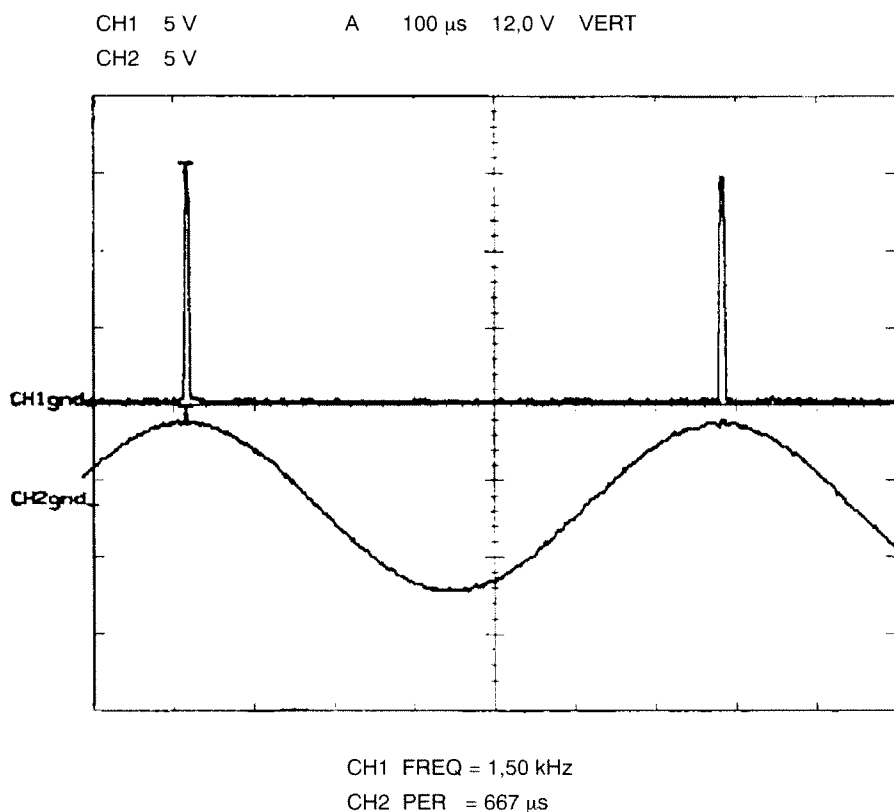

Bild 34.
10. Justera potentiometer RV6406 i funktionsgeneratoren så att SH-pulsen ligger på sinusvågens max- eller minpunkt. Se bild 34.